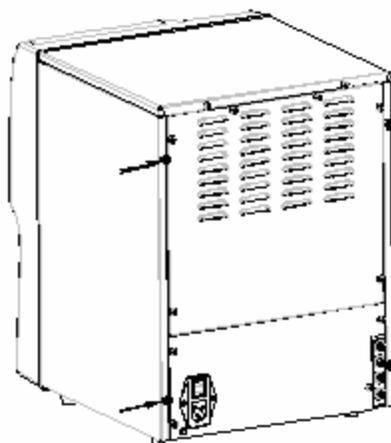

Рисунок 10-16 Снимите 2 винта
1. Открутите и снимите винты-держатели вручную или с помощью отвёртки(помечены стрелками на **рис. 10-16**) на правой стороне анализатора;